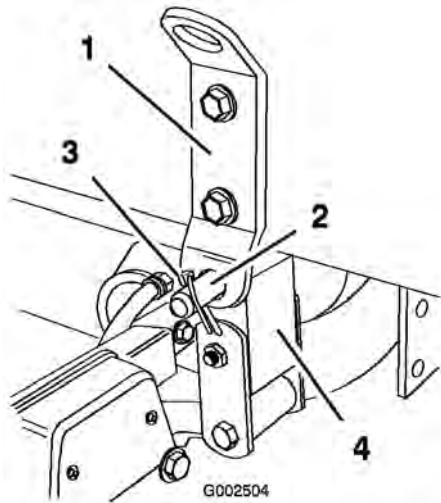

Figura 19
5. Allineate l'attacco articolato, situato sul retro del gruppo slitta del serbatoio, con l'apertura in fondo al telaio del veicolo (Figura 19).
- Fissate il gruppo serbatoio al telaio inserendo un perno con testa da 19 mm (3/4 pollice) e due acciarini nell'attacco articolato (Figura 19).